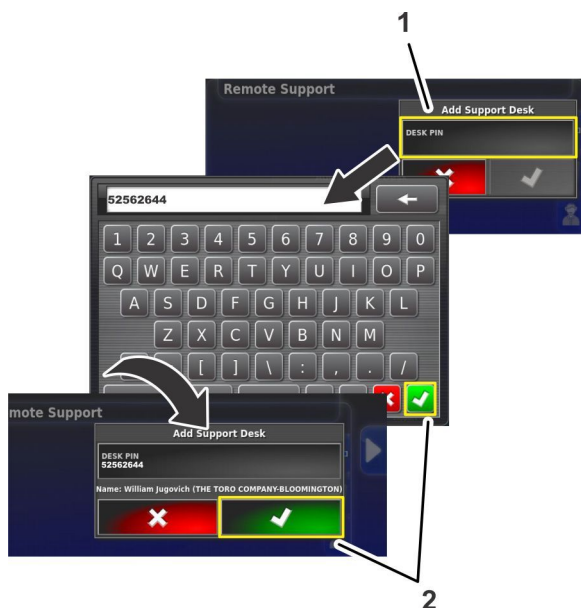

Figura 213
5. Premete l'icona PIN ASSISTENZA (Figura 213).
5. Utilizzate la tastiera sullo schermo per digitare il codice PIN di assistenza registrato al punto 1, quindi premete l'icona Conferma (Figura 213).
6. Nella schermata Aggiungi assistenza, premete l'icona Conferma (Figura 213).